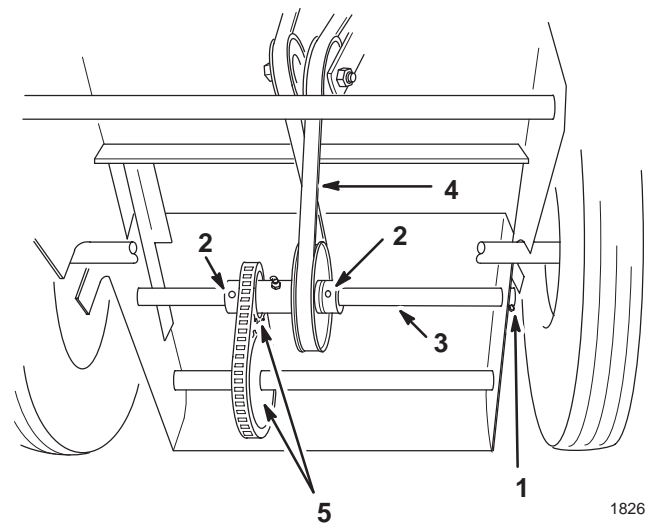

Bild 29
14. Entfernen Sie den Splint aus dem Ende der Fahrtriebswelle, lockern die Maschinenschrauben in beiden Kränzen und klopfen die Welle weit genug nach links, um den neuen Riemen anbringen zu können (Bild 29).
15. Legen Sie den Treibriemen um die Riemenscheibe an der Antriebswelle (Bild 29).
Wichtig Der Riemen muss wie in Bild 29 dargestellt montiert werden, sonst läuft der Fahrtrieb rückwärts.
16. Bringen Sie die Welle wieder in ihre ursprüngliche Stellung zurück und sichern die Kränze mit den Maschinenschrauben und die Welle mit dem Splint (Bild 29) ab.
17. Stellen Sie sicher, dass die Zahnräder einwandfrei ausgefluchtet sind (Bild 29).